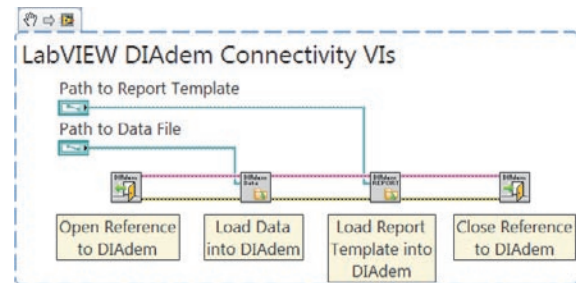

Figura 2. Los ingenieros pueden automatizar la generación de reportes con DIAdem con los VIs de LabVIEW DIAdem Connectivity.
Los VIs de LabVIEW DIAdem Connectivity proporcionan una paleta de VIs de LabVIEW para fácilmente intercambiar datos con DIAdem y completamente automatizar el ambiente de DIAdem vía ActiveX. Los ingenieros pueden descargar los VIs de manera gratuita en [ni.com/diadem](http://ni.com/diadem). Este paso puede ser tan simple con tan solo cuatro VIs, o lo suficientemente flexible para escalarse con las demandas de automatización. La Figura 2 muestra los cuatro VIs utilizados para (1) cargar la referencia de la aplicación a DIAdem, (2) cargar datos de un archivo en DIAdem, (3) cargar el reporte de la plantilla, y (4) cerrar la referencia de DIAdem.
Los reportes automatizados están a un paso de la finalización. Publicar el reporte puede ser tan simple como utilizar otro VI de la paleta LabVIEW DIAdem Connectivity. Al colocar el VI DIAdem Report Print en línea con el código en la Figura 2, el reporte se imprime automáticamente cuando se llama. De manera alternativa, DIAdem incluye funcionalidad para convertir de manera automática a PDF ó HTML. Los ingenieros pueden manualmente habilitar este paso al seleccionar Exportar a PDF/HTML del menú DIAdem Report. Sin embargo, para automatizar este paso, los ingenieros pueden utilizar DIAdem SCRIPT para llamar de manera programática la opción Convertir a PDF/HTML para automatizar la ejecución del script desde LabVIEW. La aplicación de LabVIEW puede escalarse para enviar el archivo PDF vía correo electrónico de manera automática a un gerente o automáticamente publicar el HTML en la Web.